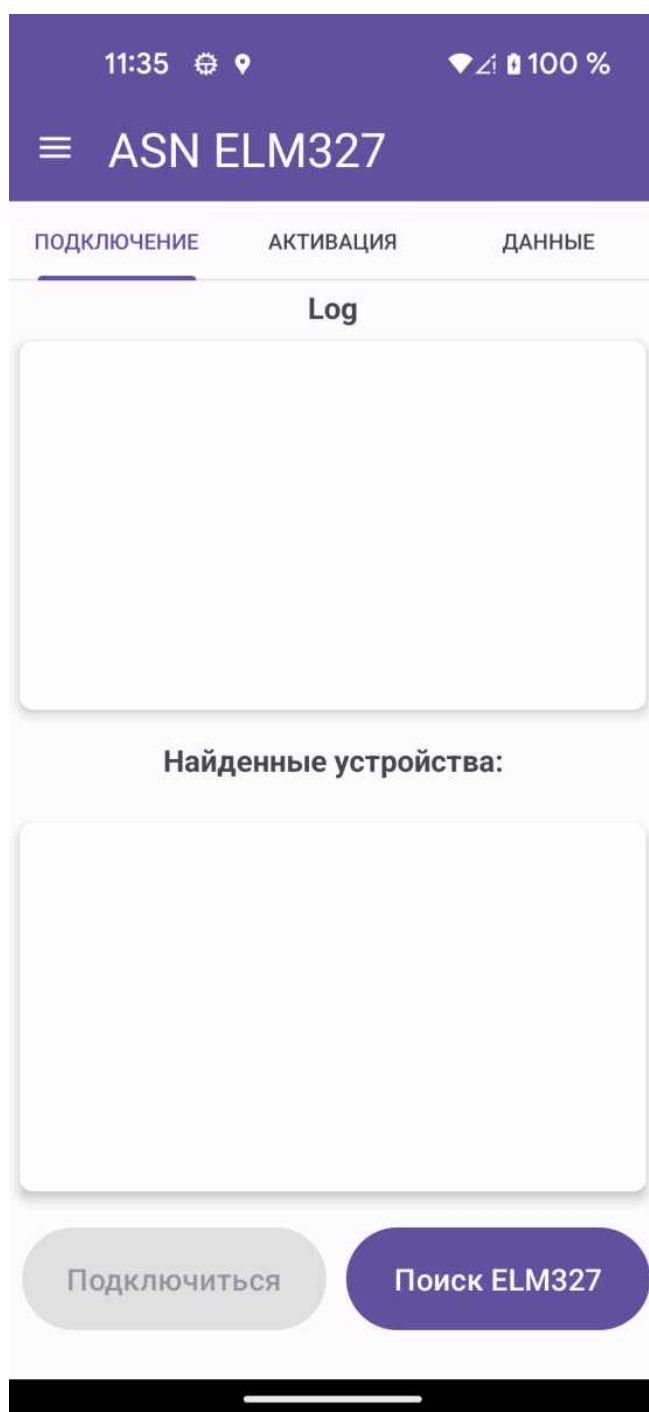

Рисунок 17 – Интерфейс подключения
2) Далее можно запускать приложение, нажав на его ярлычок. После чего на экране смартфона появляется окно подключения интерфейса приложения (рис. 17).